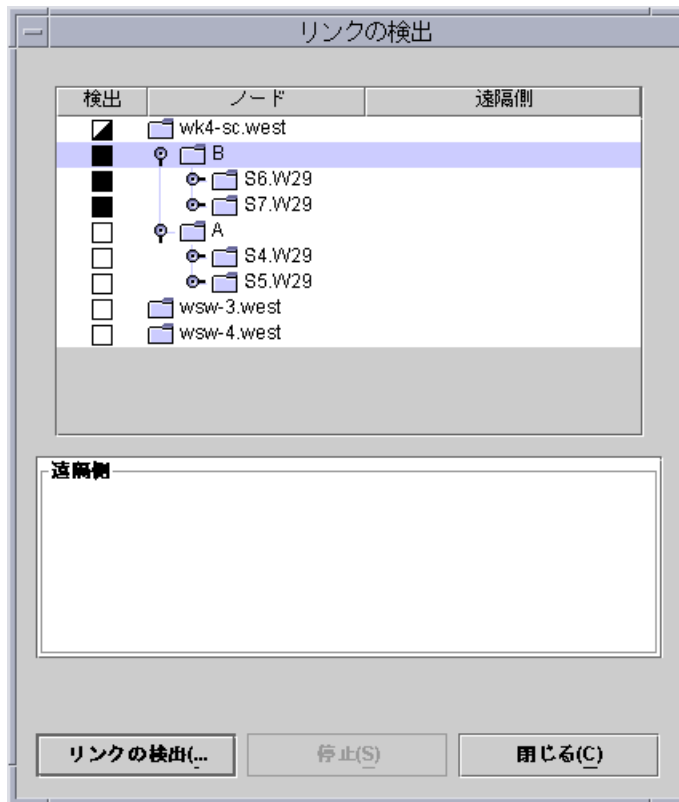

図 8-2 シャーシのフォルダが開かれている「リンクの検出」ダイアログ
- ドメインレベルのリンク情報を取得するには、目的のドメインを含むシャーシのフォルダを開きます (図 8-2 を参照)。